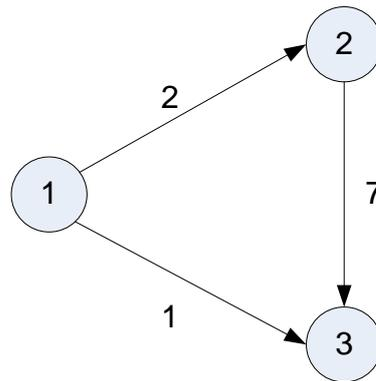

Рис. 1.4. Різні тривалість робіт, позначена стрілками однакової довжини
4. Довжина стрілки не залежить від часу виконання роботи (рис. 1.4).